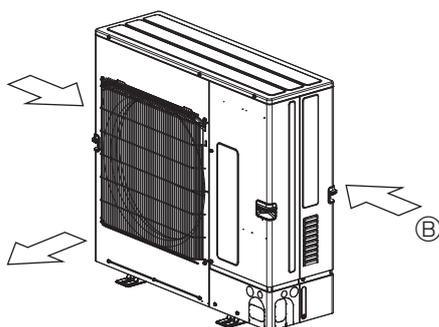

Fig. 2-6
- ③ Plaats het apparaat indien mogelijk zo dat de luchtuitlaat in dezelfde richting blaast als de seizoenwinden. (Fig. 2-6)